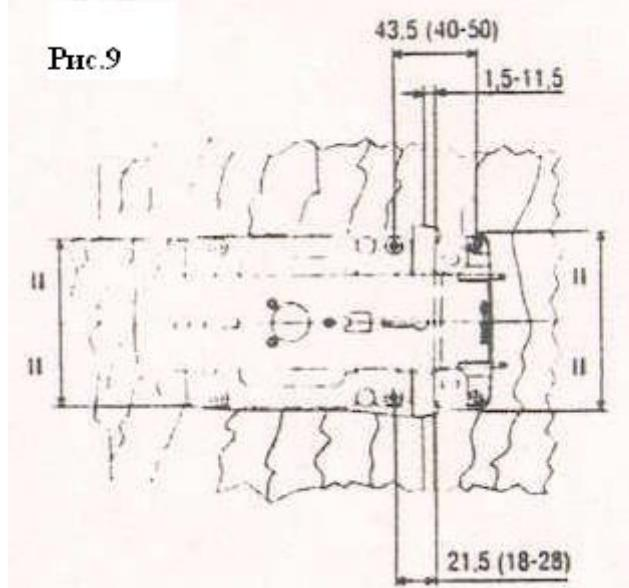

Рис.9
- д) В случае арт. 1A610\611\630\631 (без пластин предварительного закрепления) закрепите планку с фланцем на уровне косяка и замок к двери фитами 5x40мм. Далее установите электрокабель питания в проходное отверстие базовой пластины. Закрепите засов с врачающимся крючком на высоте, соответствующей среднему уровню планки (рис. 9). Убедитесь в том, что расстояние между осью передних отверстий винтов закрепления замка и уровнем планки находилось в рамках доступа. Так как планка снабжена «качающейся осью» с колебанием хода от 18 до 28мм (рис.